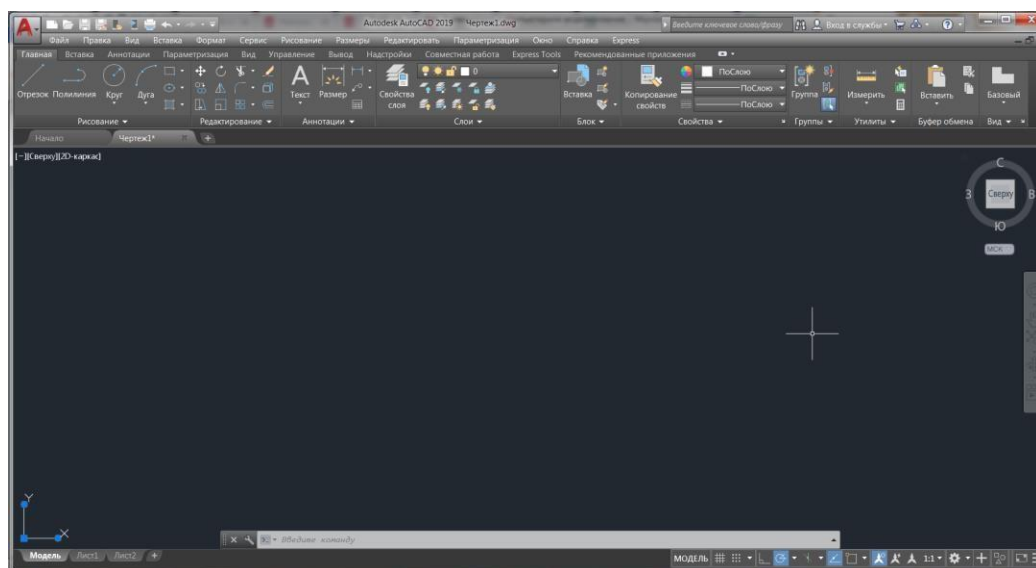

Рисунок 12 – Настройка области рисования
7. Нажмите функциональную клавишу [F7] один раз, чтобы отключить отображение линий сетки. (Рисунок 12)